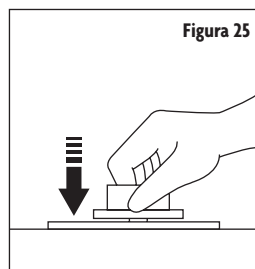

Figura 25
2. Después que el quemador se encienda mantenga la perilla presionada hacia abajo por 10 segundos. (Consulte la Figura 25). Esto permite al termopar o termocople calentarse y activar la válvula de seguridad.